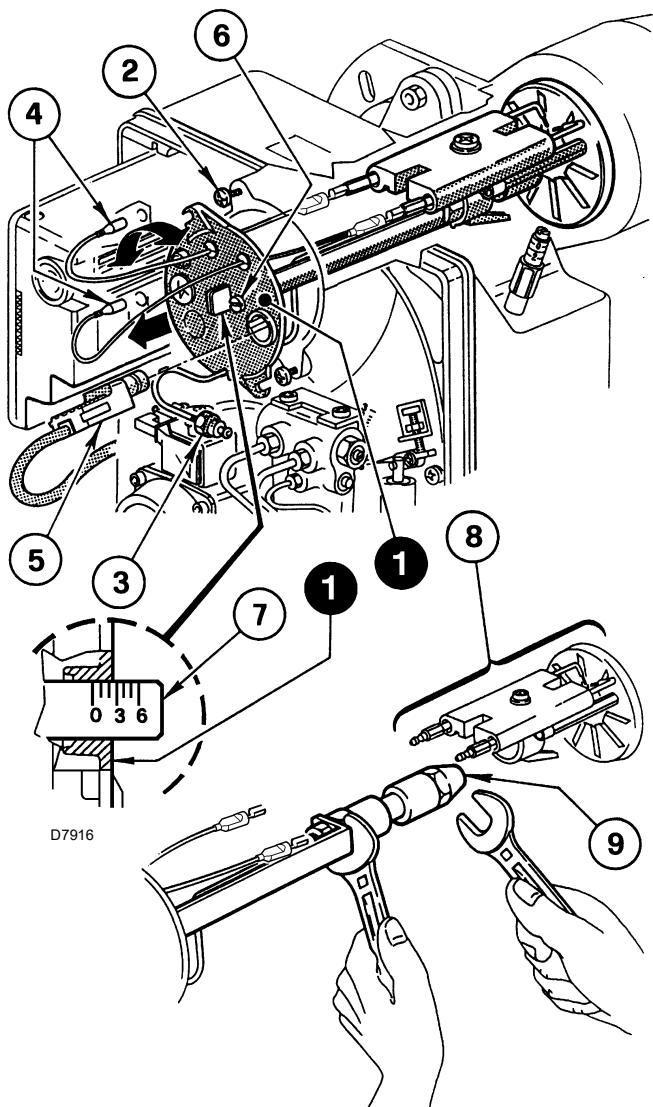
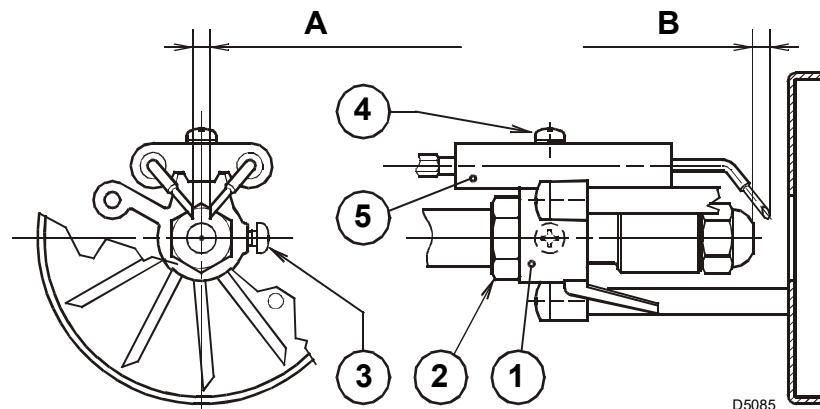

Fig. 11
Fig. 13
- extraer el conjunto portaboquillas 1)(Fig. 11) tras aflojar los tornillos 2)(Fig. 11), desenroscar las tuercas 3)(Fig. 11) y quitar los cables 4)(Fig. 11) de la caja de control y el sensor de llama 5)(Fig. 11).
- Extraer los cables 4)(Fig. 11) de los electrodos, aflojar el tornillo 3)(Fig. 13) y extraer el conjunto soporte estabilizador 8)(Fig. 11) del conjunto portaboquilla 1)(Fig. 11).
- Enroscar la boquilla 9)(Fig. 11) correctamente apretándola como se muestra en la Fig. 11.
- girar en sentido horario o antihorario el tornillo de regulación 6)(Fig. 11) hasta que la muesca de la brida de regulación 7) (Fig. 11) coincida con el plano exterior del conjunto portaboquilla 1) (Fig. 11).
Respetar las medidas de la Fig. 13.
- apoyar el conjunto soporte estabilizador 3)(Fig. 13) en el porta-boquilla 2)(Fig. 13) y bloquear con el tornillo 4)(Fig. 13).
- Para posibles ajustes del grupo electrodos 5) aflojar el tornillo 6)(Fig. 13).